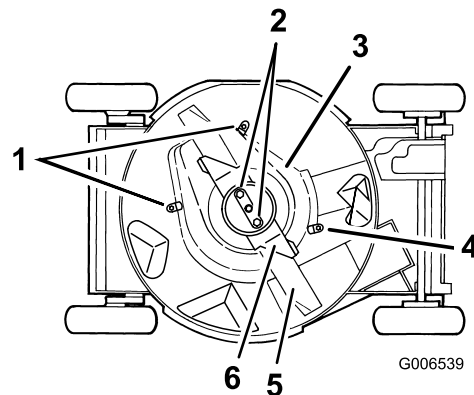

Figure 43
6. Débloquez les pattes qui fixent la protection du système BBC à la tondeuse en desserrant les écrous ou les boulons sur les pattes (Figure 43). Tournez les pattes à 180° pour les écarter.